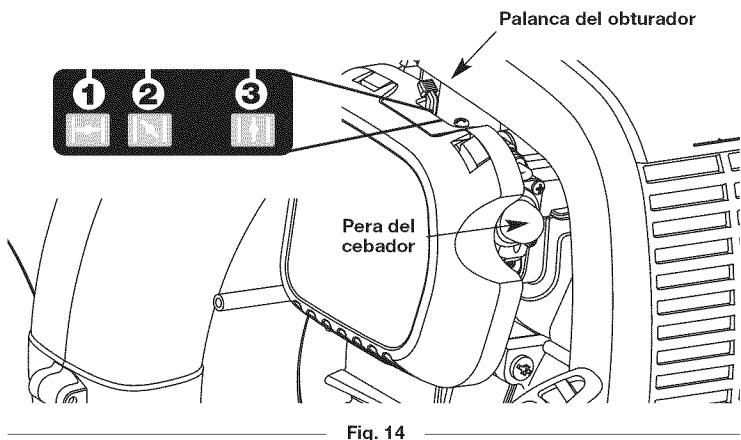

Fig. 14
3. Oprima y suelte completamente la pera del cebador **10 veces**, lentamente. Deberá verse alguna cantidad de combustible en la pera del cebador (Fig. 14). Si no se ve combustible en la pera, oprima la pera hasta que se vea el combustible.
4. Coloque la palanca del obturador en la **Posición 1** (Fig. 14).
6. Coloque la palanca del obturador en la **Posición 2** (Fig. 14).
9. **Continuar opriñe el gatillo.** Mover la palanca del obturador a la **Posición 3** (Fig. 14) y continuar el calentamiento del motor por un período adicional de 60 segundos. Durante este tiempo la unidad puede ser utilizada.